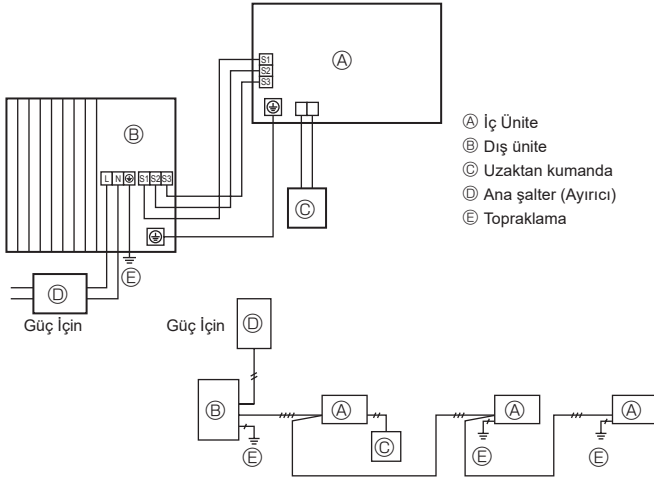
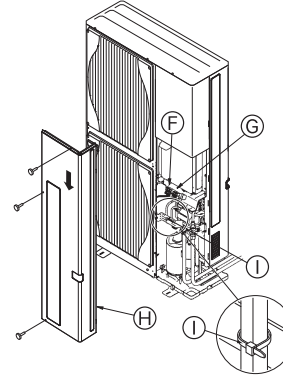

Fig. 7-1
Fig. 7-2
7.1. Dış ünite (Fig. 7-1, Fig. 7-2)
- ① Servis panelini sökün.
- ② Fig. 7-1 ve Fig. 7-2'ye bakarak kabloları bağlayın.